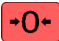

Рис. 11.2 - Диаграмма приема/передачи байта
11.3 Протокол «Stndr» обеспечивает двухстороннюю передачу данных со скоростью обмена 19200 Бод. Прием и передача байта осуществляется через универсальный асинхронный приемопередатчик последовательным потоком 11 бит, в соответствии с Рис. 11.2: